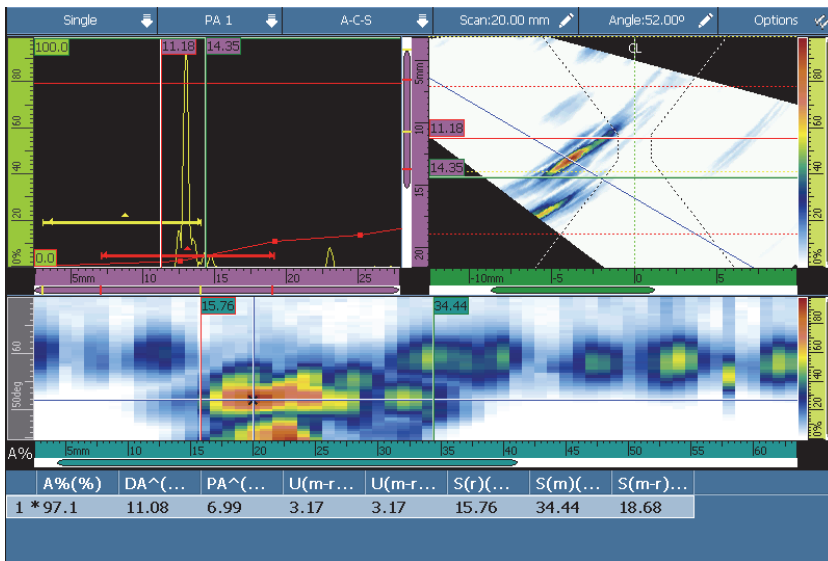

图 6-11 缺陷报表的示例
1. 在标题栏菜单中, 选择**选项 > 缺陷报表**, 在数据视图的底部显示缺陷报表 (参见第 171 页的图 6-11)。